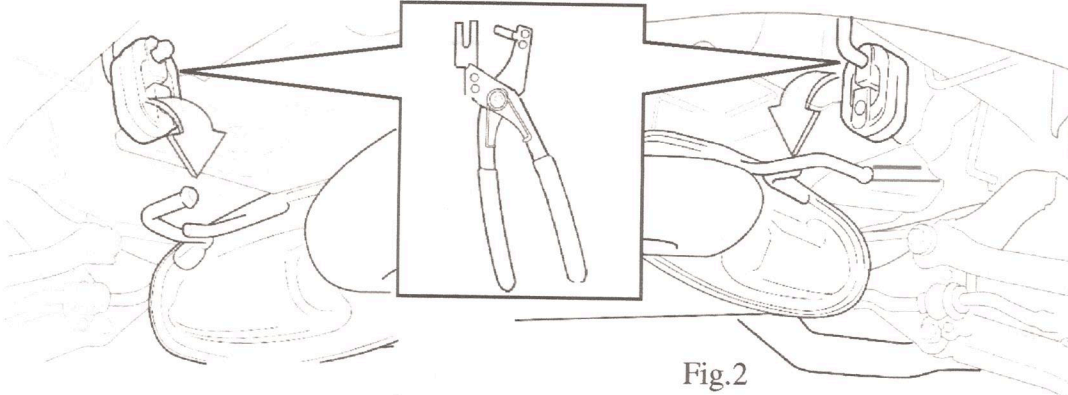
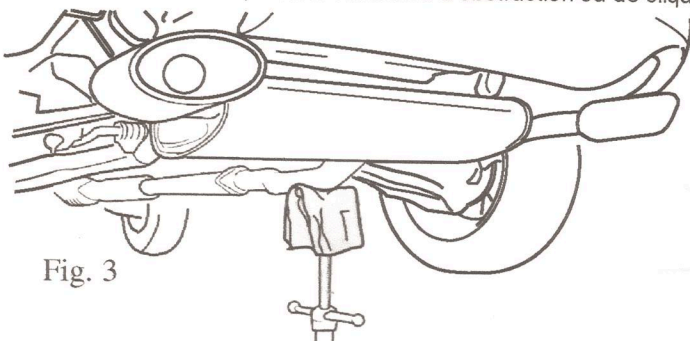

Fig. 2
Fig. 3
2. Enlever les quatre (4) ferrures de support d'échappement en caoutchouc (fig. 2) à l'aide de l'outil illustré ou semblable. Supporter l'échappement (fig. 3).